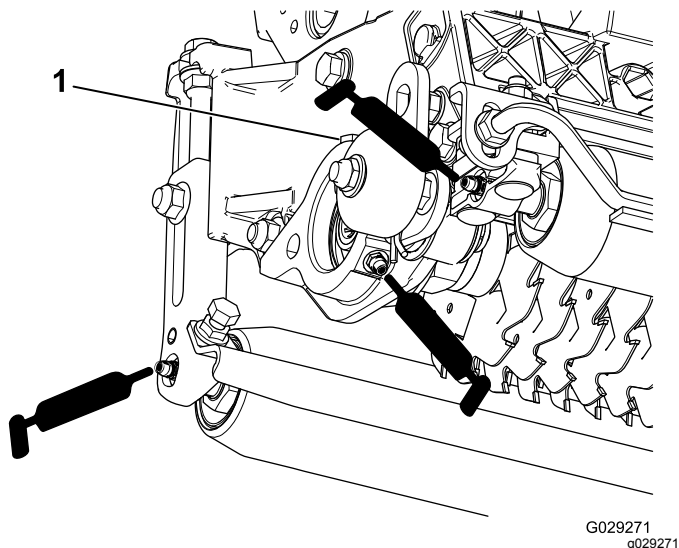

图13
每个切根刀带有 5 个黄油嘴 图13 必须每周使用 2 号锂基润滑脂润滑。
2. 涂抹润滑脂直至滚筒密封件和轴承泄压阀外面看到干净的润滑脂 图13。